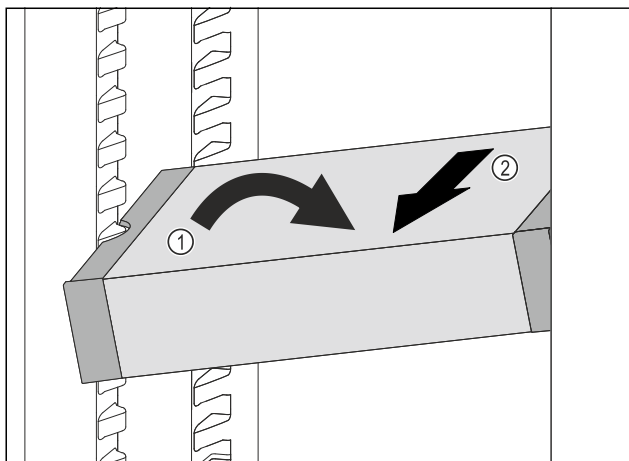

Fig. 249
- Ukosite ladicu VarioSafe u hladnjaku. Fig. 249 (1)
- Izvadite ladicu VarioSafe prema naprijed. Fig. 249 (2)